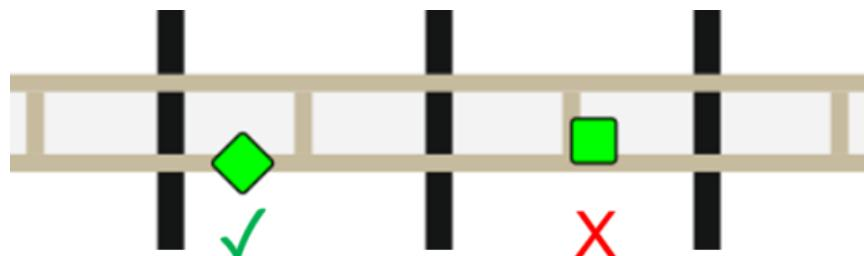

Рис. 3. Пример верного (слева) и неверного (справа) итогового расположения кубов
- Куб считается расположенным в ячейке короба, если он некоторой частью своей вертикальной проекции находится над прямоугольной зоной данной ячейки с учетом прилегающих длинных внешних стенок за исключением коротких стенок и их продолжений (рис. 3 слева).
- Если некоторая точка вертикальной проекции куба находится над короткой боковой или внутренней стенкой с их продолжениями на внешние стенки, он не считается расположенным в какой-либо ячейке (рис. 3 справа).